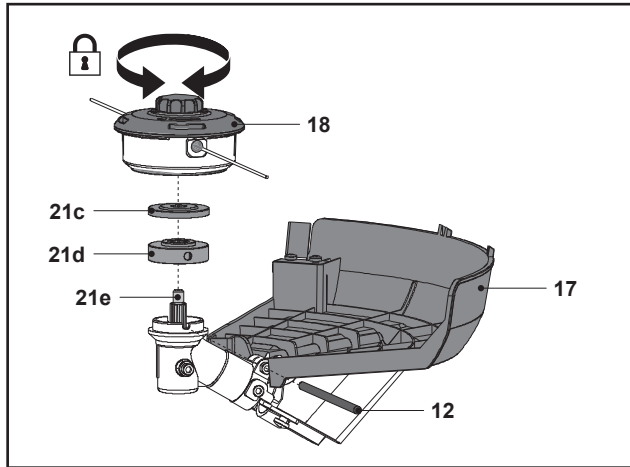

Fig. 5
1. Vérifier que la protection (17) est correctement fixée.
3. Insérer la tige de blocage de broche (12) dans le trou pour bloquer la broche (21e).
5. Visser la tête de coupe-bordures (18) sur la broche (21e) et serrer à la main dans le sens antihoraire.
6. Retirer la tige de blocage de broche (12) (Fig. 5).